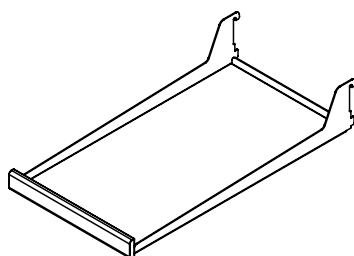

Figure 34
(1) étagère en porte-à faux, demi-largeur en verre (Voyez la Figure 34).